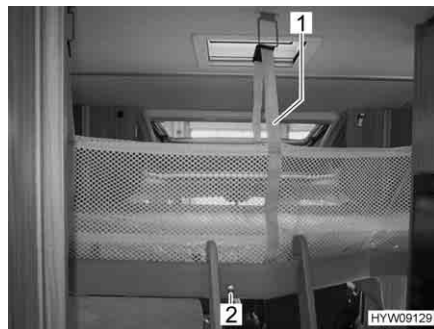

Fig. 58 Letto basculante con rete protettiva montata
- Premere il bottone (Fig. 58,2) e mantenerlo premuto.
- Staccare le cinture di ritegno (Fig. 58,1) e sistemare la rete protettiva sotto il materasso.
- Assicurare il letto basculante al soffitto mediante cinture di ritegno (Fig. 58,1).
- Agganciare tutte le cinture di ritegno (Fig. 58,1) ai ganci del soffitto.